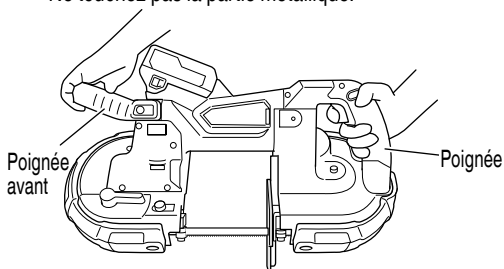

Fig. 1
1. Tenez toujours l'outil fermement avec les deux mains sur la poignée et la poignée avant (Fig. 1). Ne touchez pas la partie métallique.